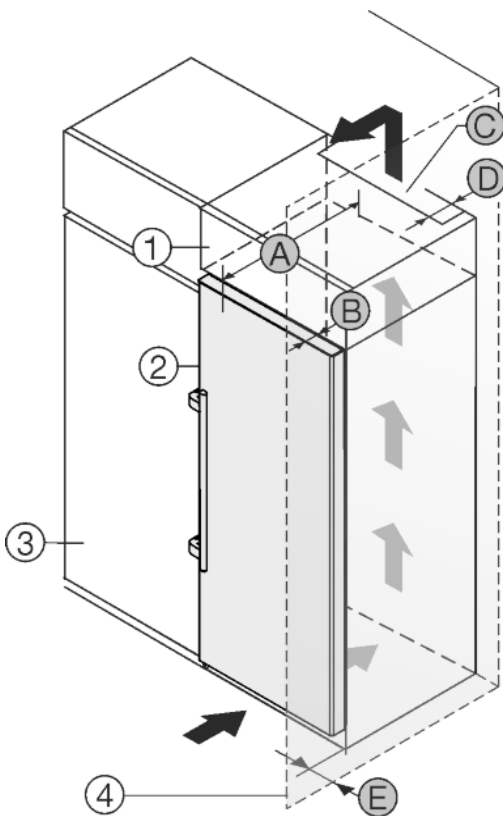

Fig. 24
Уредът може да е обграден с кухненски шкафове. За да изравните височината на уреда Fig. 24 (2) с височината на вградената кухня, над уреда може да се постави шкаф-пристройка Fig. 24 (1).
Уредът да се постави непосредствено до кухненски шкаф Fig. 24 (3). За да могат вратите да се отварят изцяло, уредът трябва да е издаден с дълбочината Fig. 24 (B) спрямо лицето на кухненския шкаф. В зависимост от дълбочината на кухненските шкафове и използването на детайли за отстояние от стената, уредът може да излезе още по-напред.
- От задната страна на шкафа-пристройка трябва да има вентилационен отвор с дълбочина Fig. 24 (D) по цялата ширина на шкафа-пристройка.
- Под тавана на помещението трябва да се спази сечението за вентилация Fig. 24 (C).
Когато уредът се поставя с пантите до стена Fig. 24 (4), трябва да бъде спазено разстоянието Fig. 24 (E) между уреда и стената. Това отговаря на разстоянието, с което дръжките стърчат при отворена врата.